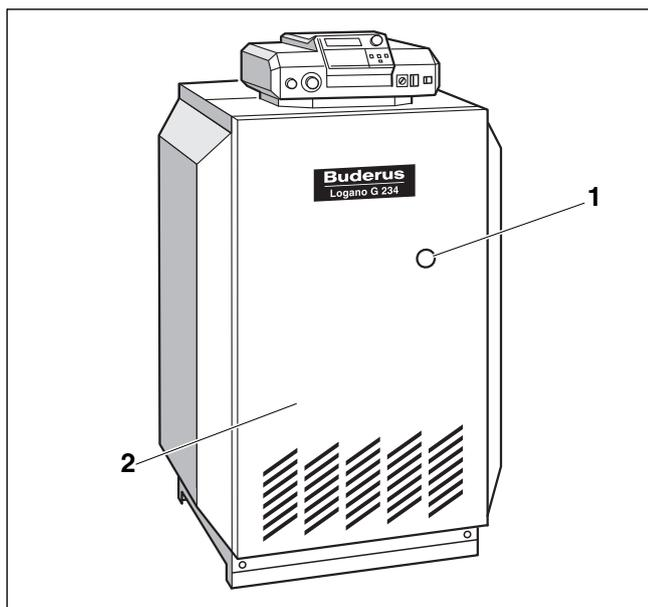

Рис. 51 Устранение неисправностей горелки
При возникновении неисправности горелки загорается сигнальная лампочка на кнопке подавления помех (→ рис. 51, [1]), расположенной на отопительном котле.
Вы можете нажать кнопку подавления помех на горелке через отверстие (→ рис. 51, [1]) на передней стенке котла (→ рис. 51, [2]). Для этого не нужно демонтировать переднюю стенку.
- ▶ Нажать кнопку подавления помех горелки (→ рис. 51, [1]).